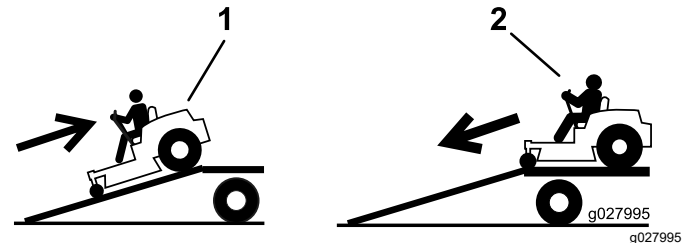

Figure 34
2. Descendez la rampe en marche avant (Figure 34).